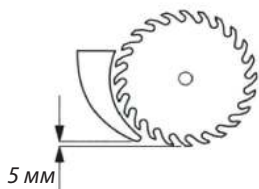

Рис. 4
в) На неподвижном кожухе устанавливается расклинивающий нож (21), препятствующий заклиниванию пильного диска. Фиксация ножа осуществляется винтами из комплекта крепежа в месте (13) таким образом, чтобы выполнялись следующие требования (Рис. 4, 5).